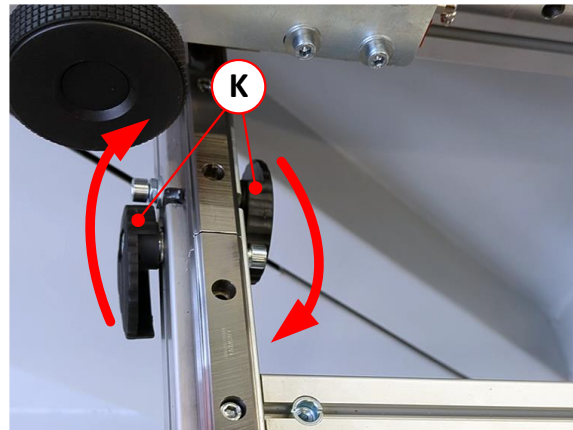

Abbildung 14: Verriegelungs-Klemmräder
8. Fixieren Sie das getrennte Element am fixen Element, indem Sie auf der linken und rechten Seite des Elements jeweils die beiden Klemmräder (K) durch Schwenken in die gezeigte Pfeilrichtung verriegeln (siehe ⇒ Abbildung 14).
**Hinweis:** Die nachfolgenden Schritte 9. bis 11. sind nur einmalig (bei der ersten Aufstellung) auszuführen. Danach erfolgt der Ab- und Anbau (zum Sägeblattwechsel) komplett werkzeuglos durch Öffnen/Schließen der Verriegelungen über die Klemmräder (K), die sich seitlich an den Führungen befinden (siehe ⇒ Abbildung 14).